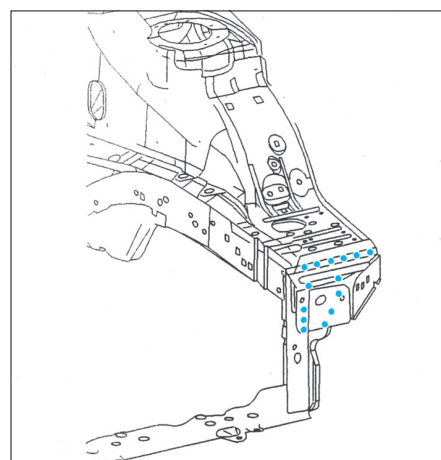

FIG. 42
- Poser l'appui absorbeur pare-chocs (Fig.42).